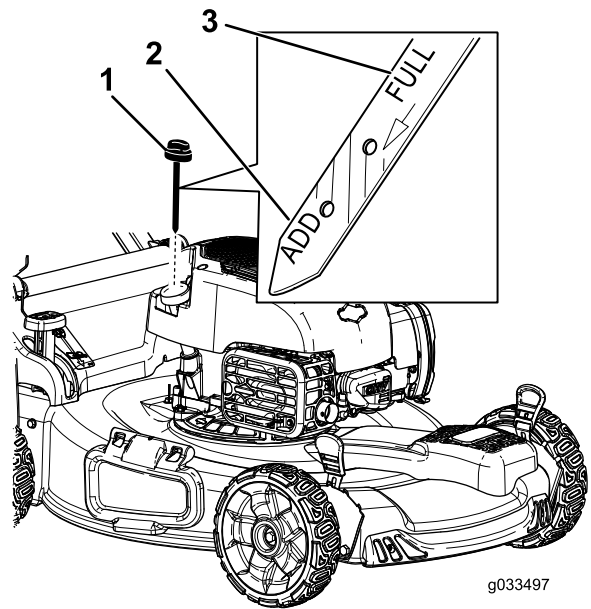

Bild 14
5. Lesen Sie den Ölstand am Peilstab ab. (**Bild 14**)
2. Entfernen Sie den Peilstab, indem Sie den Deckel nach links drehen und herausziehen (**Bild 14**).